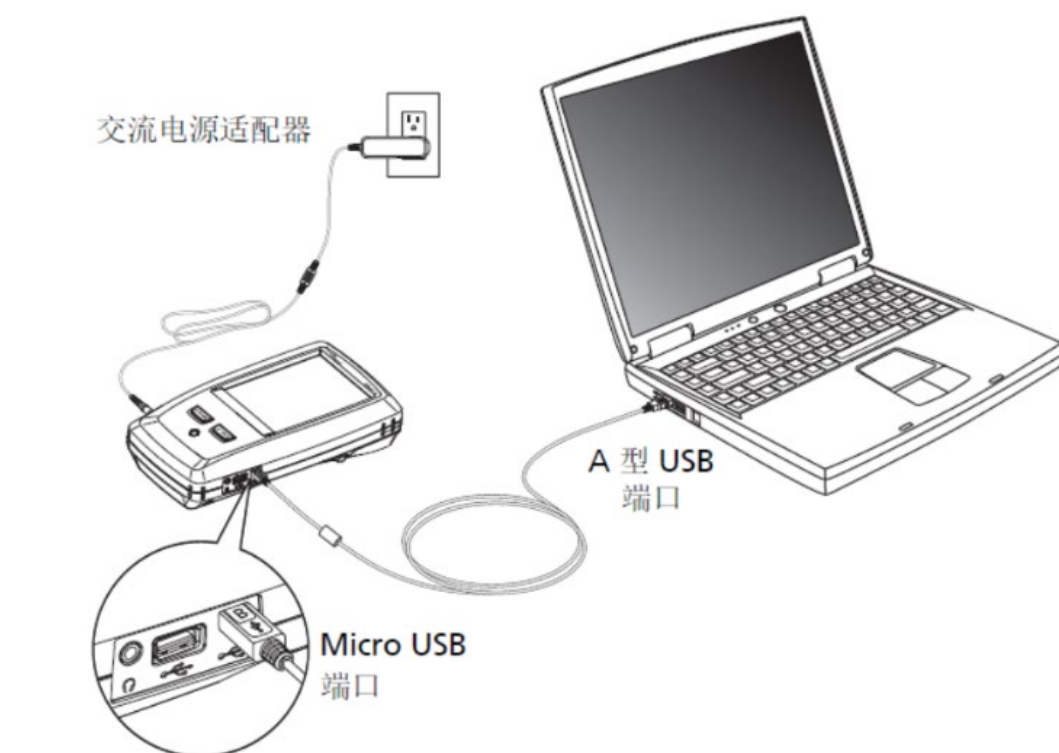

图 1.7.15 USB 数据线连接示意图
3.使用随机附带的 **USB** 数据线将测试仪上的 **Micro USB** 端口连接到 PC 上的 **A 型 USB** 端口。请参如图 1.7.15。